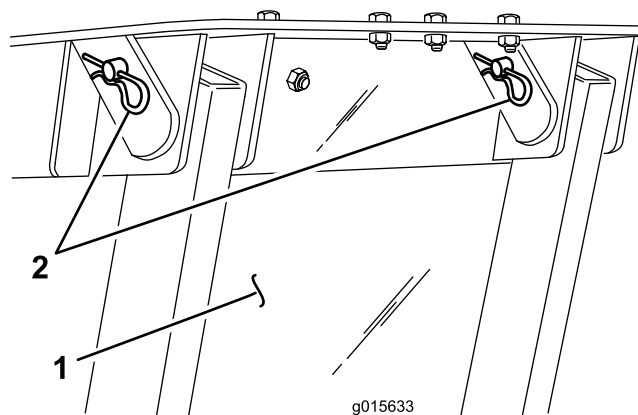

図 20
4. ホッパーをフレームに固定する溶接ピン2本とヘアピンコッターを使用図 20。
3. ホッパーカバーを後ろにしてホッパーアセンブリをサイドフレームにセットし、ホッパーについている取り付け穴をフレームの穴に合わせる図 20。